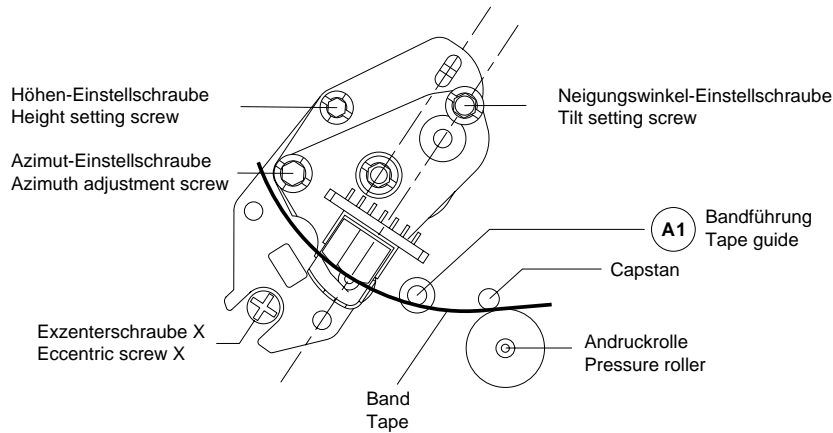

Fig. 25
- Mit der Schraube für den Neigungswinkel (Fig. 25) die Bandunterkante gut auf die Bandführung "A1" aufsetzen (das Band darf nicht an der Unterkante eingerollt sein).
- By means of the tilt angle adjusting screw (Fig. 25) move the tape until the lower edge just touches the tape guide "A1" (the lower edge of the tape must not bend).
- Mit der Höheneinstellschraube maximale Ausgangsspannung einstellen (Fig. 25).
- Mit der Azimuteinstellschraube auf maximale Ausgangsspannung einstellen (Fig. 25).
- Mit der Exzentrerschraube (Fig. 25) das Trackingsignal "TRIV" auf Maximum stellen (DC-gekoppelt).
- Adjust for maximum output voltage with the height adjustment screw (Fig. 25).
- Adjust to maximum output voltage with the azimuth adjustment screw (Fig. 25).
- With the eccentric screw (Fig. 25) adjust the "TRIV" signal to maximum voltage (DC-coupling).